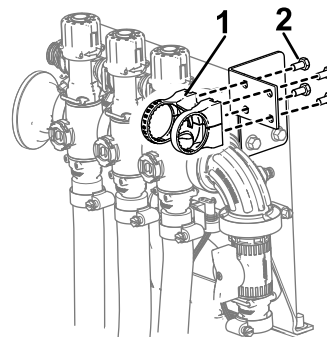

Figure 20
5. Montez la vanne de commande sur la patte de fixation au moyen de 4 boulons (M6), comme montré à la Figure 20.